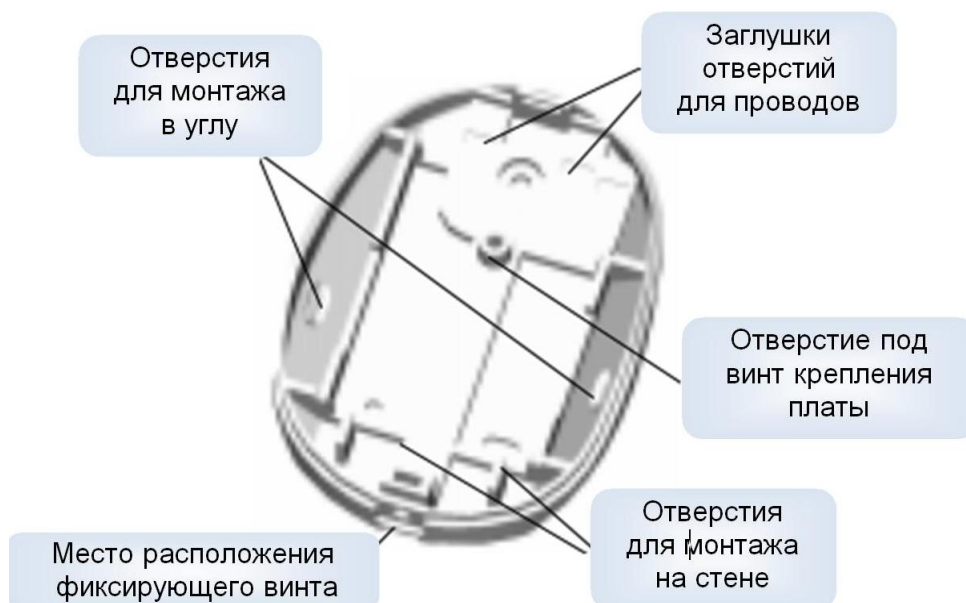

Рисунок 2.5
- 3) Просверлить в основании корпуса отверстия (рис.2.5), которые будут использоваться для крепления извещателя;